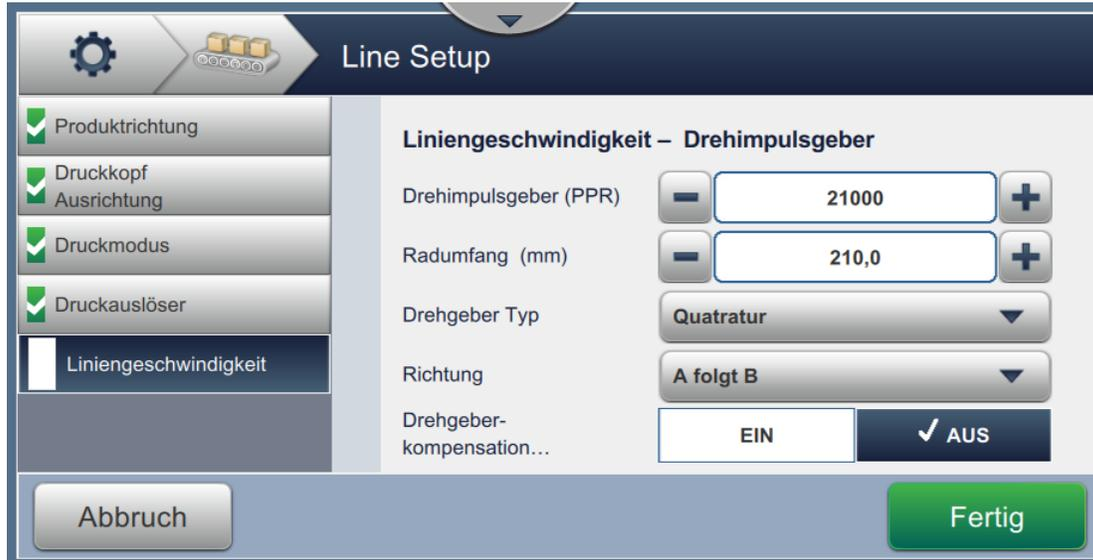

Abbildung 6-36: Liniengeschwindigkeit: gemessen nach Drehimpulsgeber.
2. Ändern Sie die gewünschten Parameter auf dem Bildschirm „Einstellungen“, wie dargestellt in Abbildung 6-36.